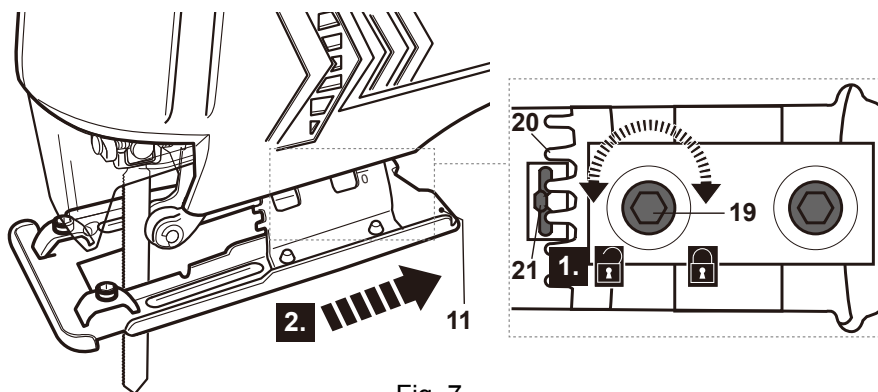

Fig. 7
- > Desserrez les 2 vis à six pans creux [19] à l'aide de la clé hexagonale [6], en tournant dans le sens inverse des aiguilles d'une montre (Fig. 7, étape 1).
- > Faites coulisser la semelle [11] vers l'arrière pour libérer les dents [20] de la broche [21] (Fig. 7, étape 2).